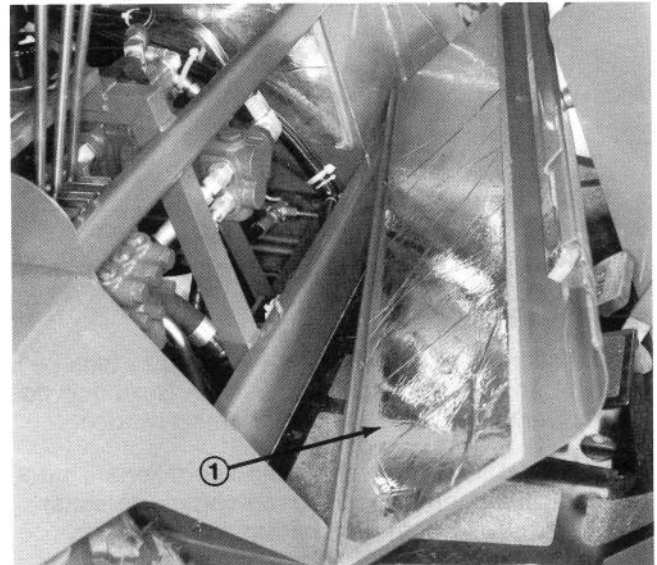

Bild 18
3. Die stirnseitige Abdeckung anheben und entfernen (Bild 18).
5. Die stirnseitige Abdeckung über den Haltestiften montieren (Bild 18). Den Sitz in die normale Position zurückstellen und mit dem Federstecker absichern (Bild 16).